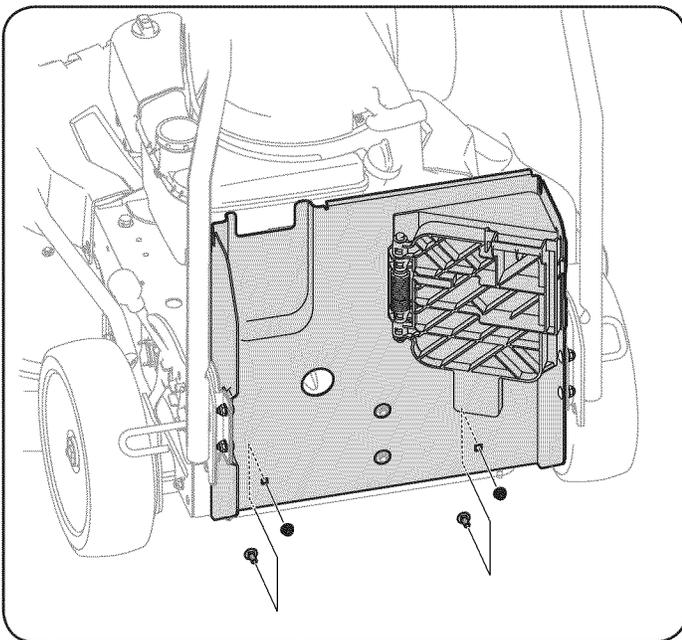

Figura 5
- Coloque con precaución los dos pernos de carro restantes a través de los dos orificios que están en la base trasera del bastidor de la cortadora de césped y la ménsula de soporte trasera. Fíjelos con las dos tuercas de seguridad con brida restantes. Vea la Figura 5.